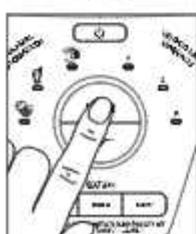

Fig. 22
4. Una vez que haya elegido el programa automático y la selección de textura que desee, presione el botón de empezar/parar (Fig. 22).
5. Para cambiar su elección, presione el botón de empezar/parar para cancelar el programa (Fig. 22). Elija el programa automático y la selección de textura deseados. Presione el botón de empezar/parar para iniciar el programa (Fig. 22).